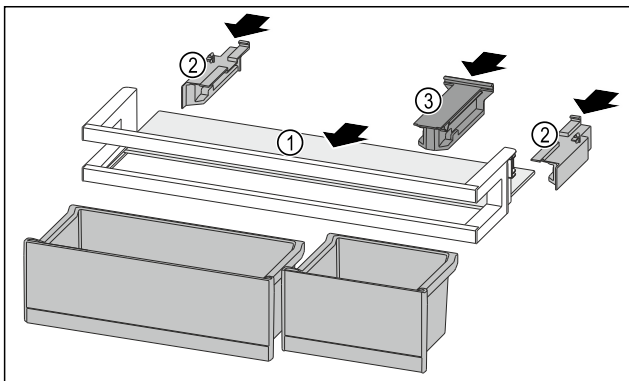

Fig. 93
- ▶ Abstellfläche Fig. 93 (1) in die seitlichen Einsparungen einschieben.
- ▶ Seitenteile Fig. 93 (2) einsetzen.
- ▶ Halteteil Fig. 93 (3) einsetzen.